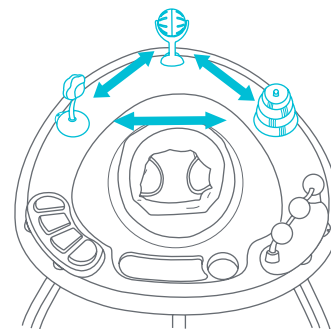

Fig. 6a
- 6 • Coloque los juguetes en este orden como se muestra. Los juguetes deben estar correctamente sujetos antes de su uso (Fig. 6a). **NOTA: SÓLO la bola giratoria, el sonajero flexible y los anillos de juguete son intercambiables.**